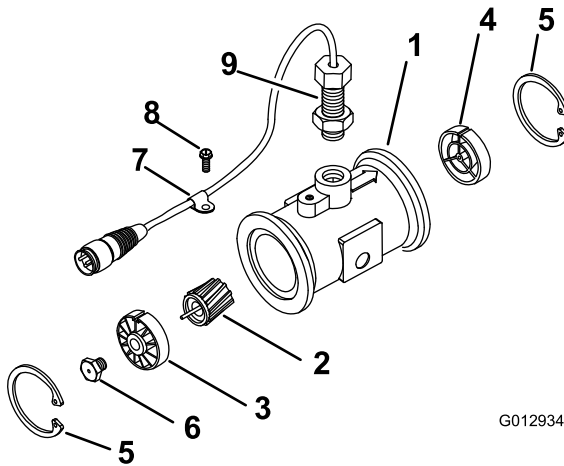

Figura 67
3. Retire el anillo de sujeción del lado “aguas arriba” (Figura 67).